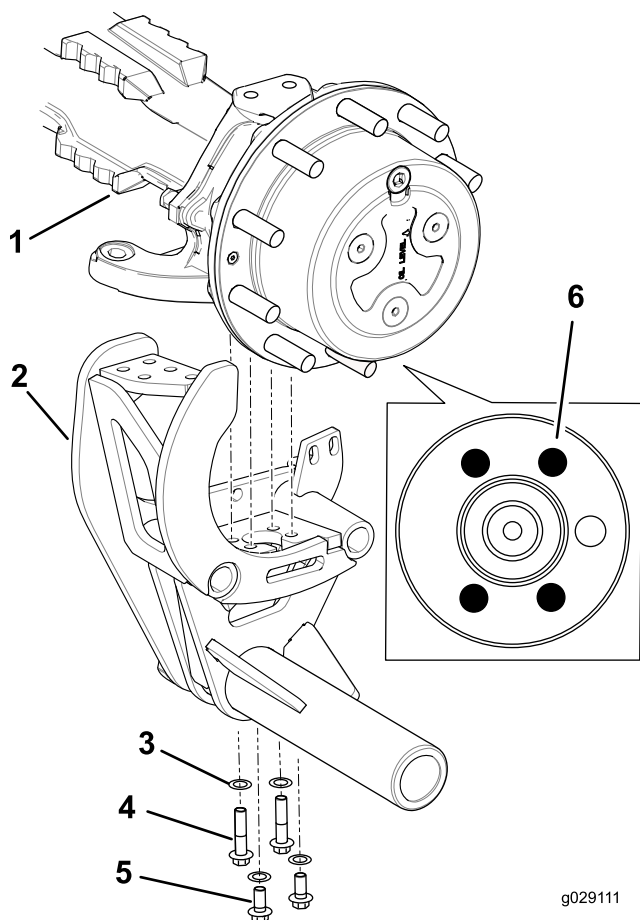

Figura 4
3. Instale provisionalmente el soporte de montaje del bastidor en el cubo con 2 pernos (M14—2.00 x 30 mm, Clase 10.9), 2 pernos (M14—2.00 x 60 mm, Clase 10.9) sobre el pivote inferior y 4 arandelas de freno como se muestra en Figura 4.